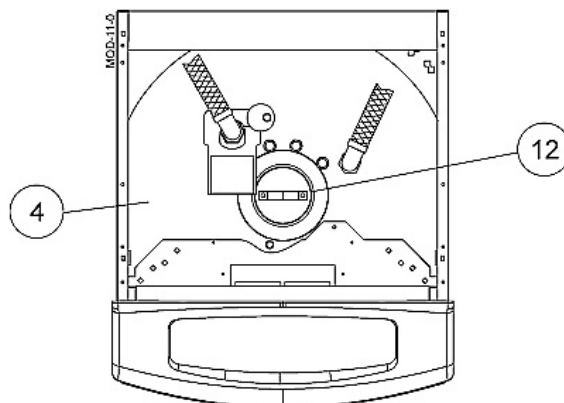

Fig. 10
8.3 Onderhoud van de boiler (fig. 10)
- Indien het onderhoud van de boiler (4) gebeurt langs de daarvoor voorziene reinigingsopening (12):
8.3 Entretien du ballon (fig. 10)